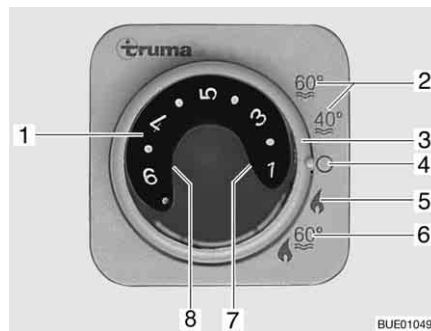

Fig. 201 Unité de commande pour chauffage/chauffe-eau
- Régler le mode de régime à l'aide de l'interrupteur tournant (Fig. 201,3).
**Régime hiver** Le chauffage règle le degré d'allumage automatiquement en fonction de la température ambiante requise. Une fois que la température ambiante désirée est atteinte, le brûleur s'éteint. La température intérieure est mesurée avec la sonde de température qui se trouve à côté du panneau de contrôle. En mode "Chauffage et chauffe-eau" (Fig. 201,6) l'eau est également chauffée dans le chauffe-eau. Il est possible de faire fonctionner le chauffage en mode "Chauffage sans chauffe-eau" (Fig. 201,5) et le chauffe-eau vide.
- Régler le bouton tournant de température (Fig. 201,1) de l'unité de commande sur le degré de chauffage désiré.
- Régler l'interrupteur tournant (Fig. 201,3) en régime hiver "Chauffage sans chauffe-eau" (Fig. 201,5) ou en régime hiver "Chauffage et chauffe-eau" (Fig. 201,6).
Le voyant de contrôle vert (Fig. 201,7) est allumé et indique simultanément le degré de température choisi.
Le voyant de contrôle jaune (Fig. 201,8) indique la mise en température de l'eau lorsque le chauffe-eau est rempli.
- Régler l'interrupteur tournant (Fig. 201,3) sur "O" (Fig. 201,4).